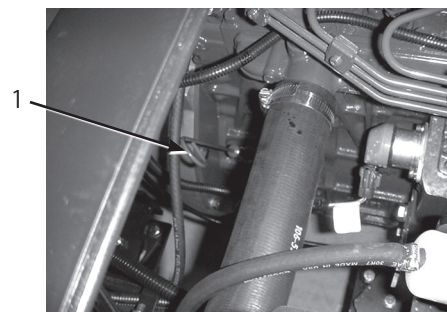

図2
2. 助手席の下にあるディップスティックを抜き、ウェスで一度きれいに拭く (図2)。